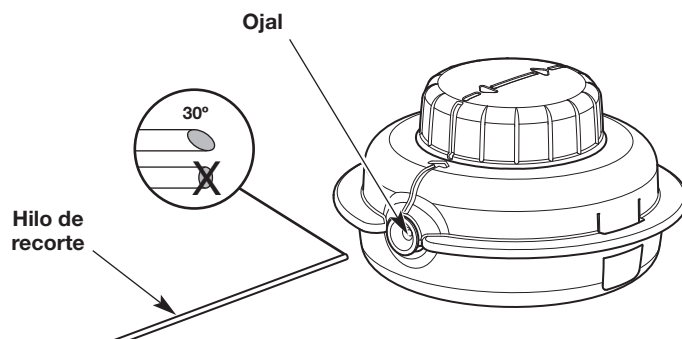

Fig. 20
- Corte dos largos de 10 pies (3.0 m) de hilo de recorte nuevo. Corte un extremo de cada hilo en un ángulo de 30° (Fig. 20).
- Enhebre uno de los hilos por uno de los ojales del cabezal de corte (Fig. 20). Utilice el extremo angulado y empuje el hilo para que entre unas 3 pulgadas (7.5 cm). Repita este proceso con el otro hilo y el ojal restante.